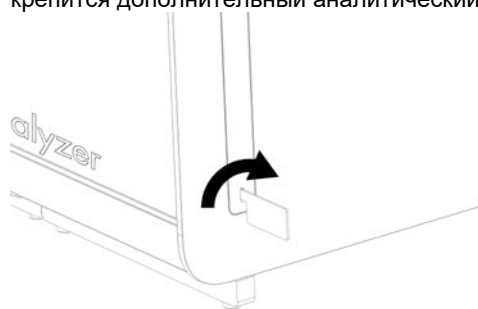

Рис. 13. Удаление защитных накладок.
- 1е. Снимите защитные наклейки с боковой стороны аналитического модуля: здесь крепится дополнительный аналитический модуль (рис. 13).